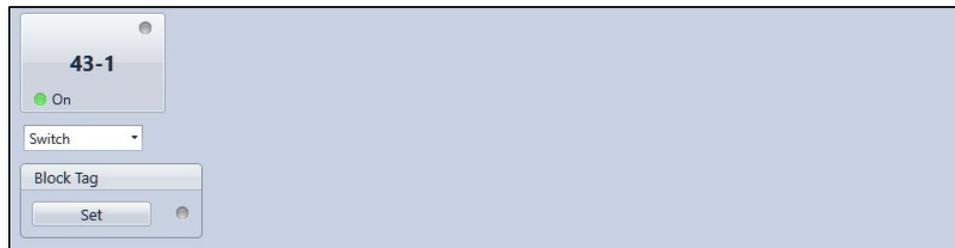

图 44-1. 虚拟开关控制界面
1. 使用测量资源浏览器打开控制、虚拟开关分支（图 44-1）。
2. 如果在BESTCOMSPlus 的虚拟控制开关(43) 设置界面选择了开关/脉冲模式，请使用下拉框选择开关或脉冲。
虚拟控制开关标签可以通过触摸屏、BESTCOMSPlus 以及各种通信协议（如Modbus® 和DNP）来完成。使用 BESTCOMSPlus 中的测量资源浏览器打开控制、虚拟开关分支并单击设置按钮。如果标记成功，设置按钮右侧的指示灯将变为绿色。标签开关由元素按钮右上角的琥珀色指示器指示。点击“重置”按钮以清除标签。参考图 44-1。